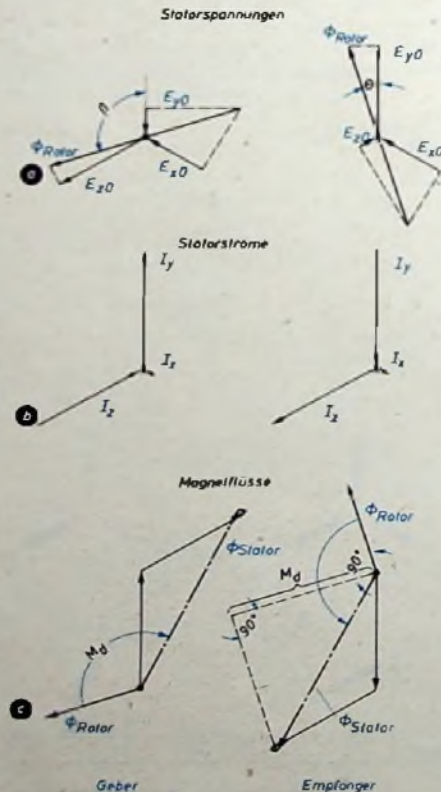

Bild 11. Statorspannungen, Statorströme und Magnetflüsse bei $\varphi = 90^\circ$
c) $\varphi = 90^\circ$ (Bild 11):